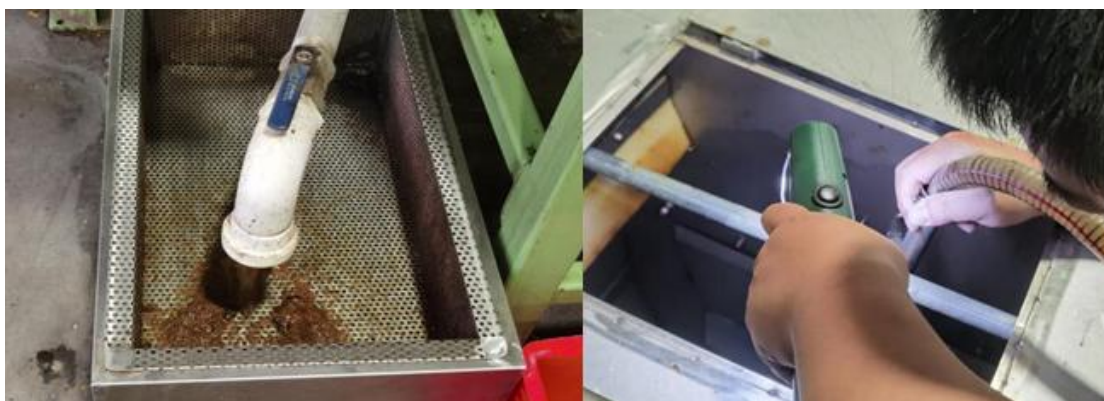

图 2-3
3、手动打开升华管路底部排污阀，进料气锁启动后利用高压水枪对进料气锁进行清洗，污水从管道底部排污阀排出。（图 2-3）